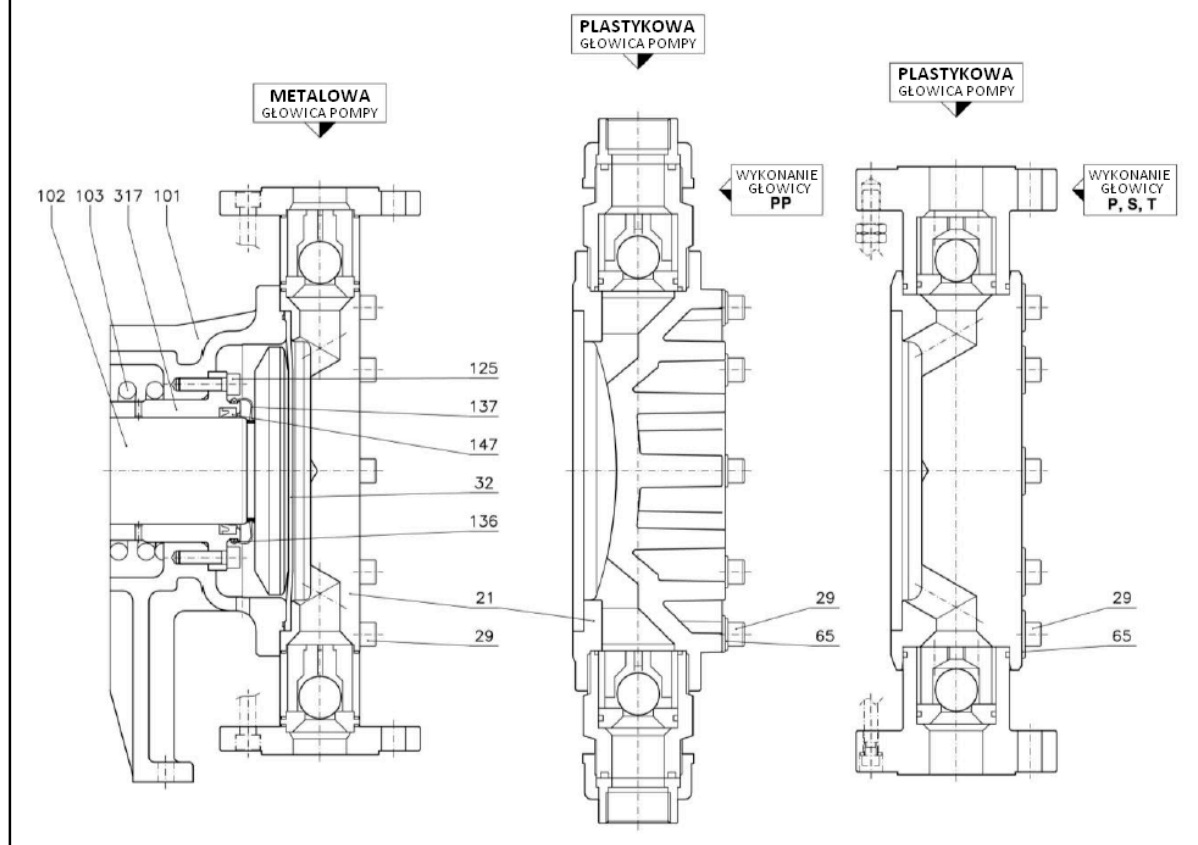

Rysunek 20
- **Pompa o maks. wydatku 600÷1500 l/godz.:** Rysunek 20